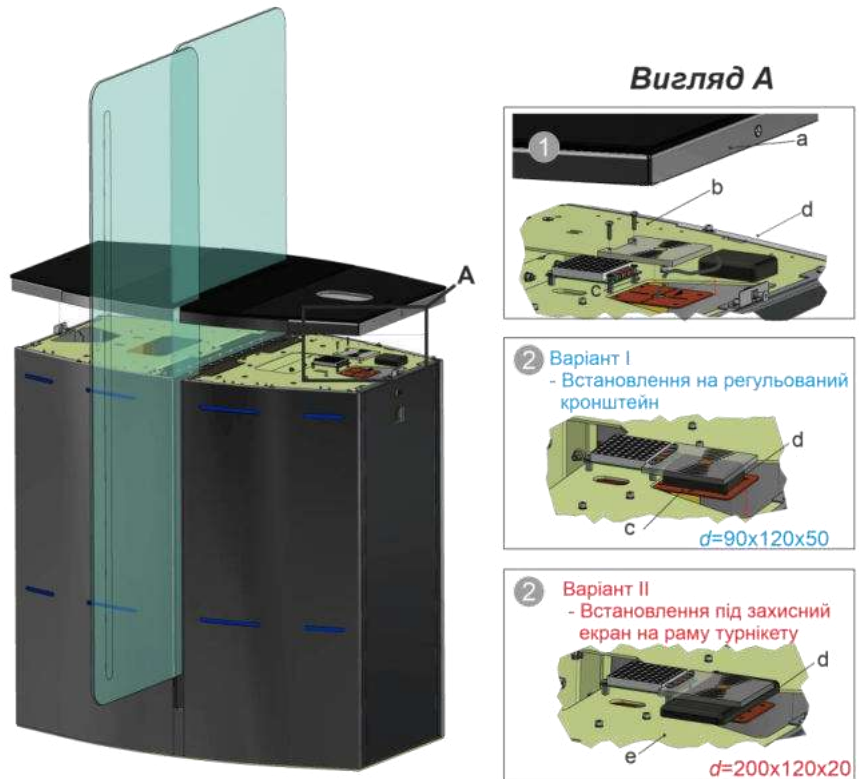

Рис.19 – Встановлення зчитувача в тумбу турнікету «JetPan-900»
7) Встановлення зчитувача (Поставляється на замовлення за окрему плату) **безконтактних (проксиміті) карток, за наявності системи контролю та управління доступом (СКУД), див. Рис.19**
Після необхідного монтажу встановити двері та боковини виробу (Рис.19) на місця їх кріплення, зафіксувати стільницю гвинтами.